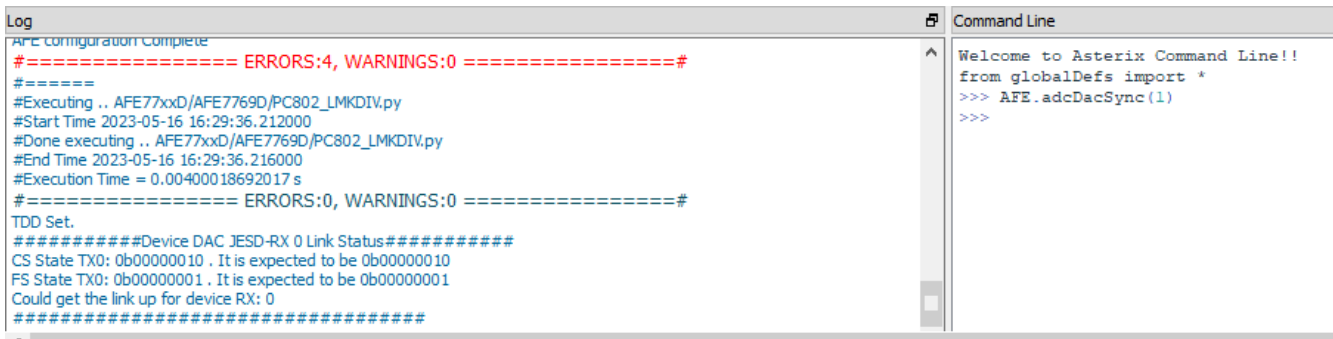

图 3-20. JESD 链路启动
13. 按照 2.2 节中的 PC802 EVB RFIC 演示用户指南 (版本 3) (此文档位于何处或文献编号是什么?) 继续设置 PC802。进入第 2.2.5 节后，在测试模式工具上输入“start”命令开始发送数据后，在 AFE77xxD GUI 的命令行中键入“AFE.adcDacSync(1)”命令。现在，您应该能够在日志窗口中看到一份报告，报告指出 JESD 链接已建立且没有错误，如图 3-20 所示。数据将从 AFE TX 通道中传出。